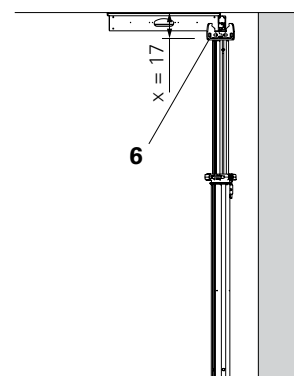

Fig. A2.07
1. Ajustar a extensão dos prumos. Pé direito menos a dimensão x. (Fig. A2.07).